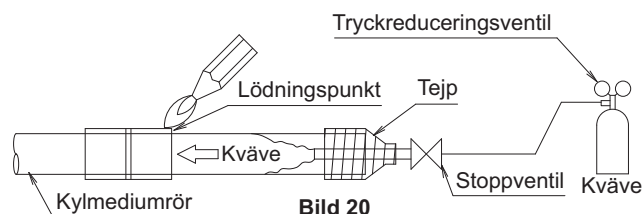

Bild 20
- \* Innan du hårdlöder kylmediumrören ska du spola rören med kväve och ersätta luften med kväve. Utför sedan hårdlödningen (Anm. 2). (Se bild 20) När all hårdlödning är slutförd gör du kragkopplingen med inomhusenheten.